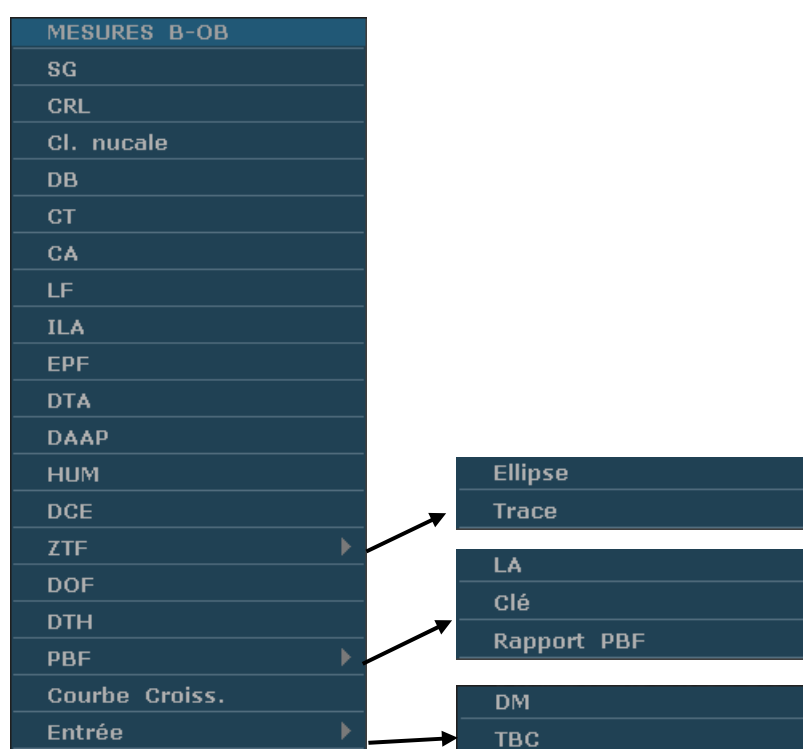

Figure 8-1 Menu de mesure et calcul obstétriques
3. Appuyez sur **Measure(Mesure)** pour activer la fonction de mesure d'application. Le système affiche alors le menu de mesure, comme illustré *Figure 8-1*.